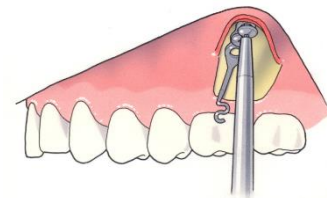

Fig. 3
De verankeringsplaat mag worden voorgebogen voor een optimaal contact tussen de verankeringsplaat en het corticaal bot. Het aanbuigen dient te gebeuren tussen het bovenste en onderste schroefgaatje. De eerste zelfborende schroef (Surgi-Tec adviseert 5 mm lengte, \varnothing 2.0mm, ref. 70-505S) in het middelste schroefgaatje aanbrengen maar nog niet helemaal aanspannen zodat het anker nog wat kan worden geroteerd. Vervolgens de tweede zelfborende schroef in het bovenste schroefgat aanbrengen (Surgi-Tec adviseert 7 mm lengte, \varnothing 2.0mm, ref. 70-507S). Ten slotte de derde zelfborende schroef aanbrengen in het onderste schroefgat (Surgi-Tec adviseert 5 mm lengte, \varnothing 2.0mm, ref. 70-505S) (fig. 3).